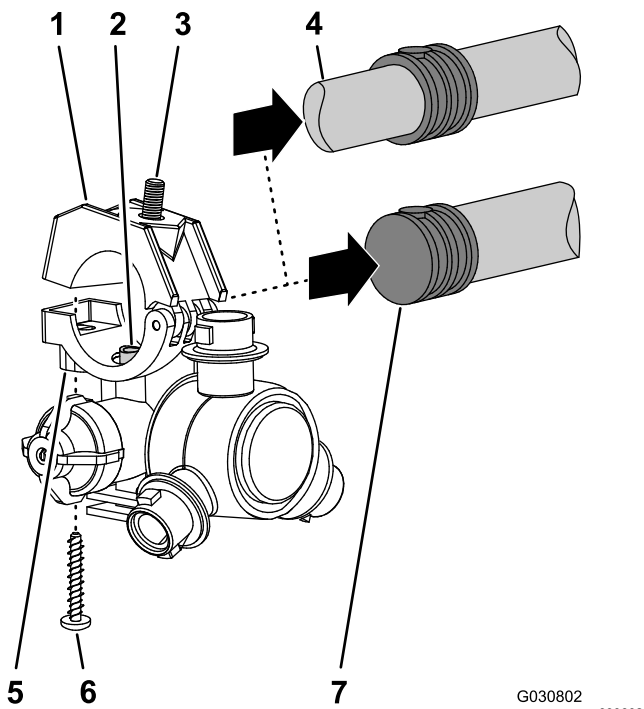

图98
5. 使用在步骤 1 中卸下的 8 个喷嘴拧下将夹具上半部分和双或单宝塔软管柄 3/4 英寸固定至各个喷嘴主体的不锈钢螺丝 #12 x 1-1/4 英寸然后卸下宝塔软管柄 图98。